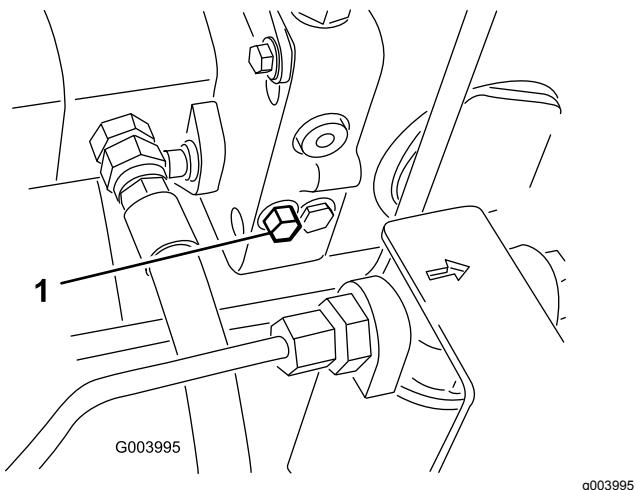

Figura 42
1. Individuate la valvola di bypass sul lato sinistro dell'idrostato (Figura 42) e ruotate il bullone di 1-1/2 di giro per aprire e consentire il bypass interno del fluido.